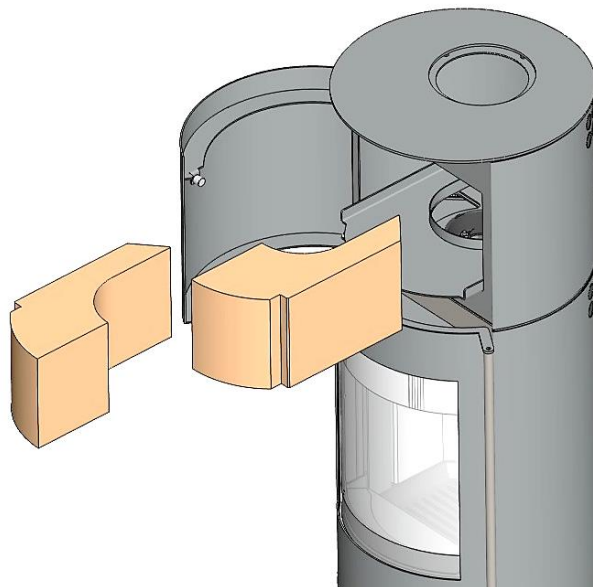
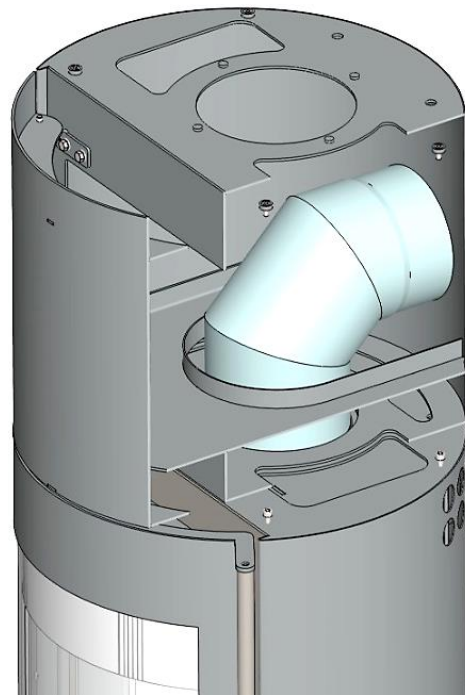

Fig. 10 : installation du module accumulateur de chaleur
Fig. 14 : installation du coude du tuyau de fumée
- Ouvrir le clapet de la rehausse et insérer les deux pierres accumultrices dans l'emplacement prévu à cet effet (Fig. 10).
2. Ouvrir le clapet de la rehausse (Fig. 10) et retirer les pierres accumulatives éventuellement présentes. Insérer le coude à 90° du tuyau de fumée, tel qu'illustré sur la Fig. 14, sur le manchon du poêle-cheminée.